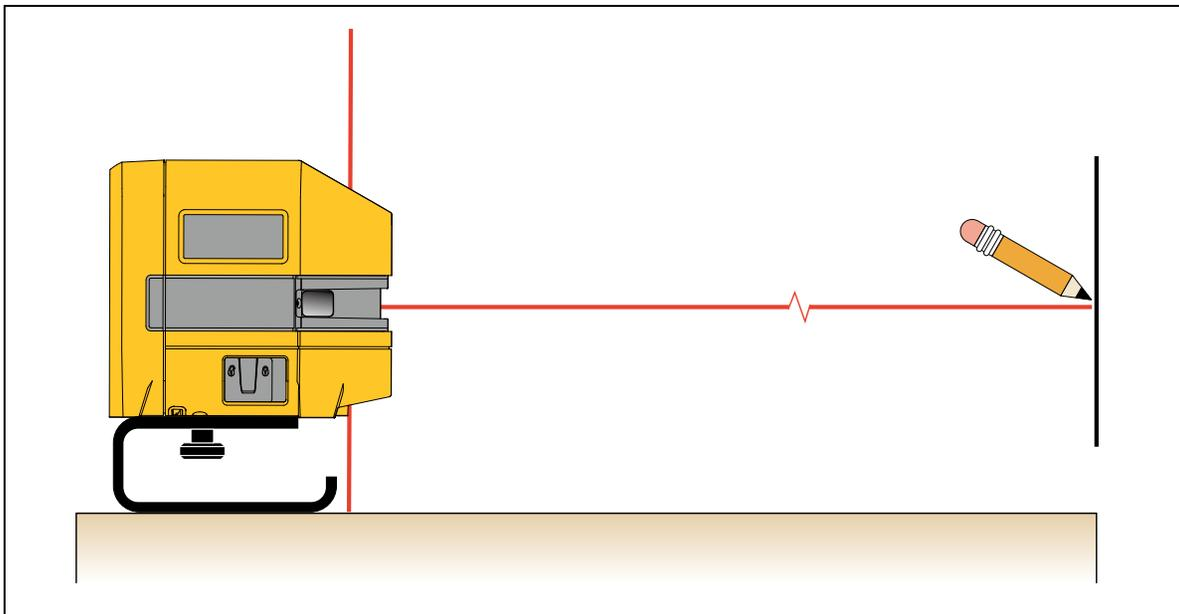

Figure 2. Nouvel alignement horizontal ou diagonal
2. Allumez le Produit et pointez le laser avant vers la zone cible. Voir la Figure 2.